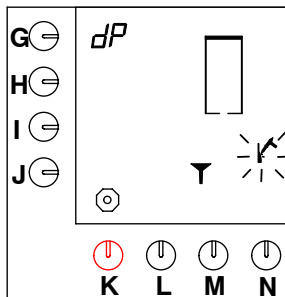

Fig. 23 El sistema de agua caliente necesita descalcificador
- Suena una señal, aparece intermitentemente el símbolo del martillo, y se muestra un embudo en el display, vea fig. 23 .